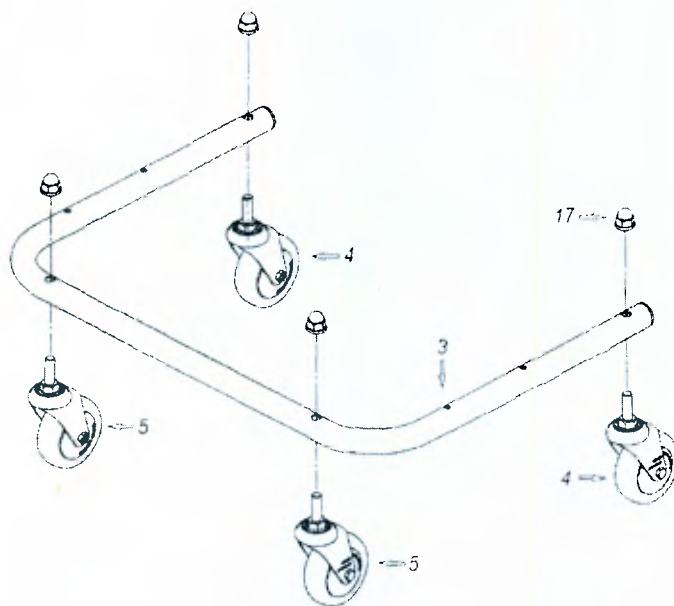

Рисунок 10.
Закрепите на основании (3) колеса поворотные (4) и колеса поворотные с фиксатором (5) с помощью гаек М6 (17) (рис. 10).